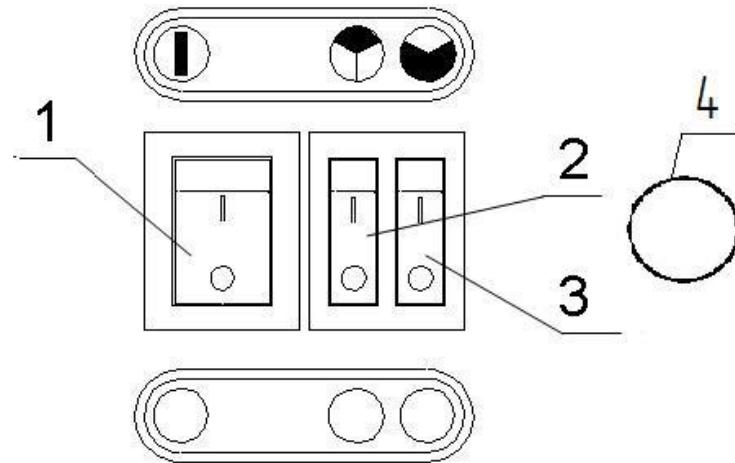
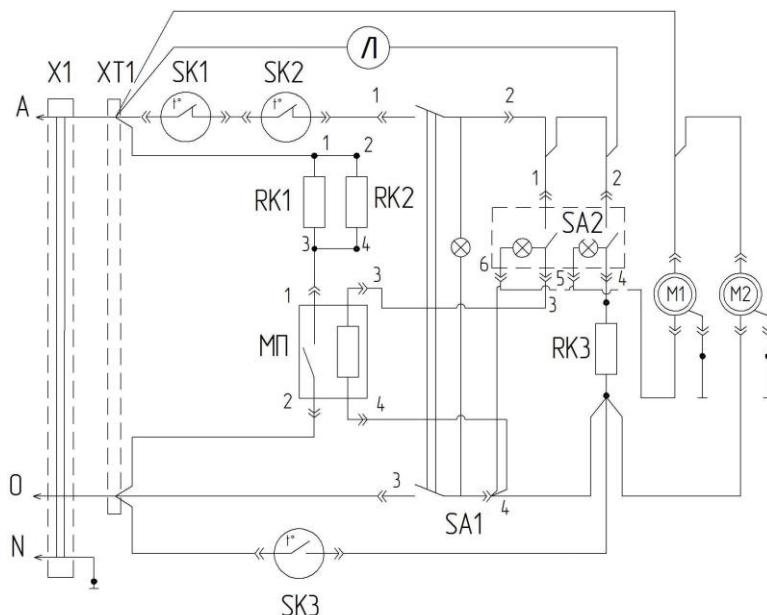

Рис. 1 Клавиши управления.
Рис.2 Схема электрическая принципиальная.
Тепловая завеса состоит из корпуса, на котором установлены два вентилятора и три нагревательных элемента. Сверху завеса закрыта обтекаемым кожухом. Забор воздуха осуществляется через отверстия в кожухе, выход через жалюзи в корпусе. Справа от жалюзи на корпусе находятся клавиши управления тепловой завесой. Схема электрическая принципиальная приведена на рис.2. Положение клавиш управления на рис.1.
- 7.1.1. Для включения режима воздушной завесы необходимо включить клавишу сетевого выключателя (поз.1, рис.1) в положении "①", при этом включаются вентиляторы и загорается подсветка клавиши, создается режим «воздушный занавес».
положение "●", при этом загорается подсветка клавиш и включаются два нагревателя мощностью 3,0 кВт. Для работы в режиме 3 установить клавиши 2 и 3 (рис.1) в положение "●" и "●" при этом горит подсветка всех клавиш и завеса работает с полной мощностью 4,5 кВт.